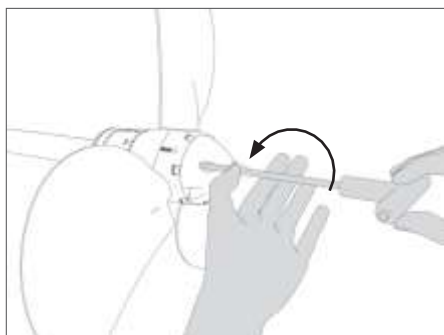

FIG. 31 Svitamento viti punta
- Rimuovere la punta **C** svitando le viti inox **D** (Fig. 31 - 32 - 33).